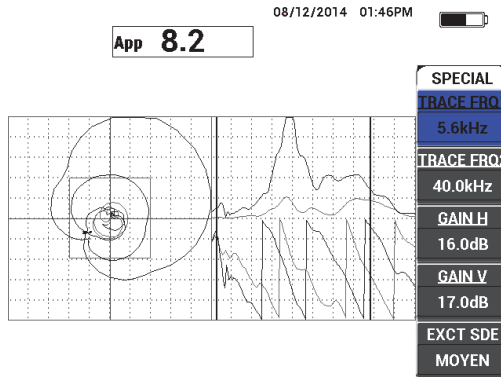

Figure 6-59 Vue du spectre des fréquences (côté droit de l'écran)
5. Balayez lentement au-dessus des défauts, et observez attentivement le spectre des fréquences (vue de droite), surtout le composant d'amplitude (en haut à droite) [voir la Figure 6-59 à la page 180].